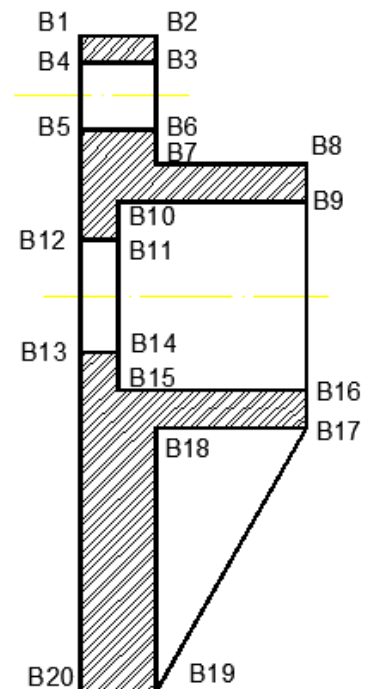

Рис. 40. Построение линии обводки контура
- на первом этапе обведите фигуры, попавшие в секущую плоскость, по контуру каждую отдельно (**B1→B2→B3→B4→B1**), (**B5→B6→B7→B8→B9→B10→B11→B12→B5**), (**B13→B14→B15→B16→B17→B18→B19→B20→B13**) (рис.40). Необходимость этого обусловлена особенностью выполнения штриховки. Контур штриховки должен быть обязательно замкнутым;
- на втором этапе обведите контур изображения детали (**B1→B2→B7→B8→B17→B19→B20→B1**) (рис.40).